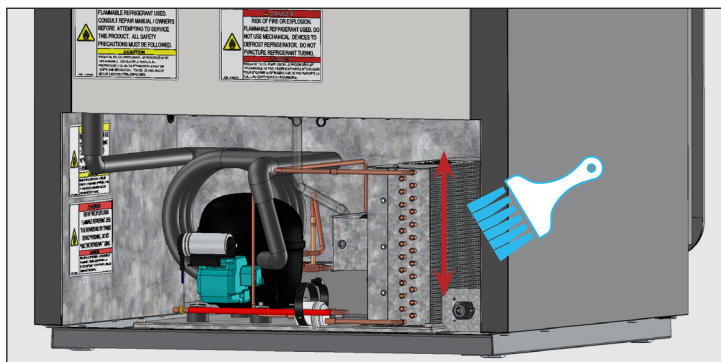

Fig. 3. Nunca pase el cepillo en perpendicular por las aletas del serpentín.
3. Con un cepillo de cerdas duras, limpie con cuidado la suciedad acumulada en las aletas delanteras del serpentín del condensador. Véase la fig. 3.